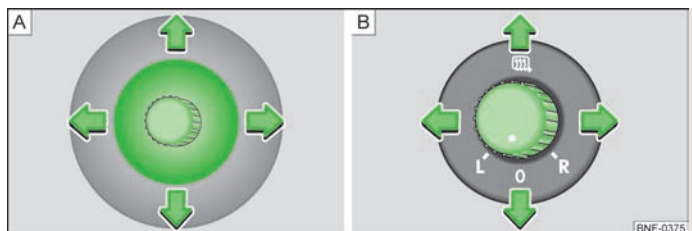

Fig. 32 Nella porta, selettore / manopola: per specchietti esterni a regolazione meccanica / elettrica
► Utilizzando la manopola, regolare la superficie dello specchietto nella posizione desiderata » fig. 32 - A. Il movimento della superficie dello specchio è identico a quello del selettore.
► Portare la manopola in posizione ☞ » fig. 32 - B.
► Portare la manopola in posizione L » fig. 32 - B. Il movimento della superficie dello specchio è identico a quello della manopola.